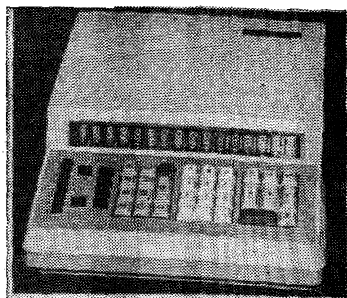

Рис. 34. Электронная вычислительная машина «Искра-114»
6.6. Электронная клавишная вычислительная машина «Искра-114» (рис. 34) предназначена для выполнения широкого